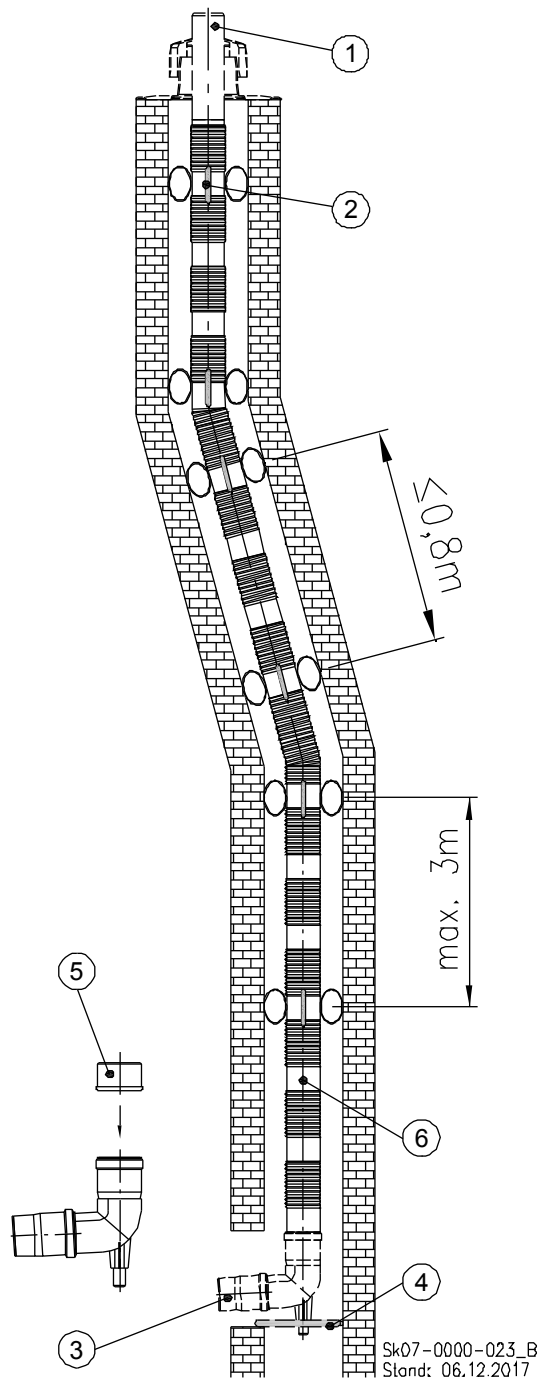
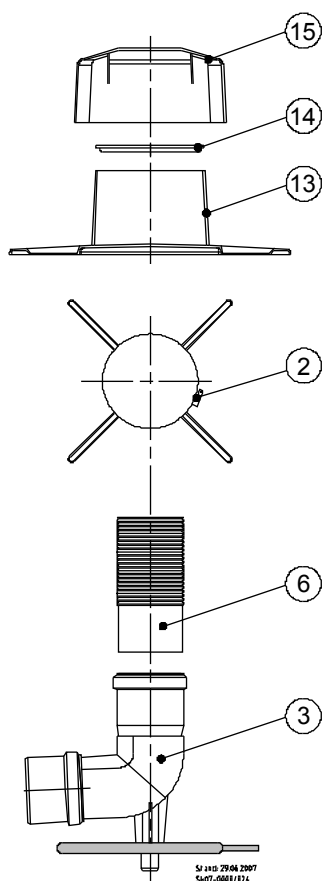

Abb. 44: Kaminsystem, flexibel
Abb. 46: Detail-Zeichnung Befestigung Schachtabdeckung
Legende zu Abb. 44:
- ➔ Säubern und entgraten Sie das Einsteckende des Abgasrohrs ⑥ (s. Abb. 44).
- ➔ Reiben Sie das Einsteckende des Abgasrohrs ⑥ mit säurefreiem Gleitmittel ein.
- ➔ Stecken Sie das sichtbare glatte Ende des Abgasrohrs ⑥ in den auf dem Auflager sitzenden Stützbogen ③.
Legende zu Abb. 46:
②	Abstandhalter
③	Stützbogen mit Auflager
⑥	Flexibles Abgasrohr
⑬	Unterteil der Schachtabdeckung
⑭	Flexrohrklemme
⑮	Abdeckhaube
- ➔ Schieben Sie als erstes das Unterteil der Schachtabdeckung ⑬ (s. Abb. 46) über das Leitungsende Abgasrohr ① (s. Abb. 44).
- ➔ Spreizen Sie die Flexrohrklemme ⑭ auf.
- ➔ Schieben Sie die aufgespreizte Flexrohrklemme über das Leitungsende bis zum Unterteil der Schachtabdeckung ⑬.